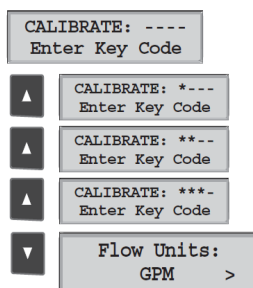

Figura 2.23: Código de ingreso al menú de opciones.
2. Ingresar el código secuencial de teclas como se muestra en la figura 2.23, tres flechas arriba y una abajo.